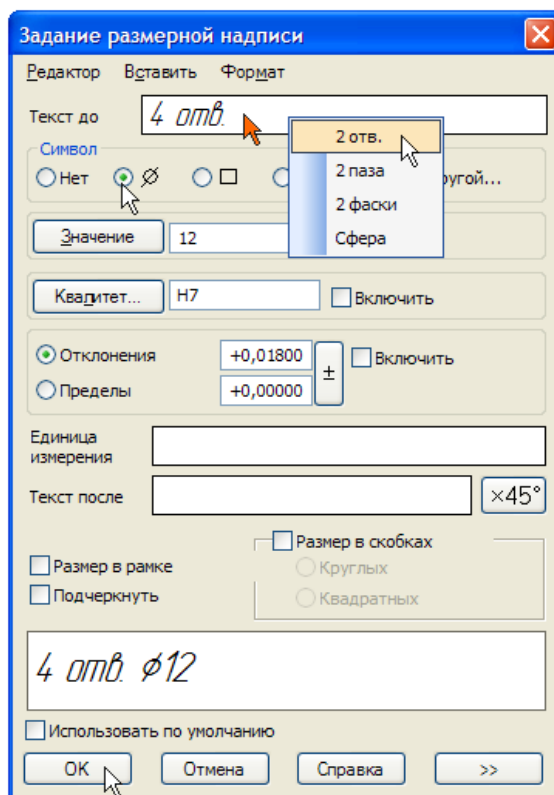

Рисунок 53.
- Нажмите кнопку ОК (рис. 53).